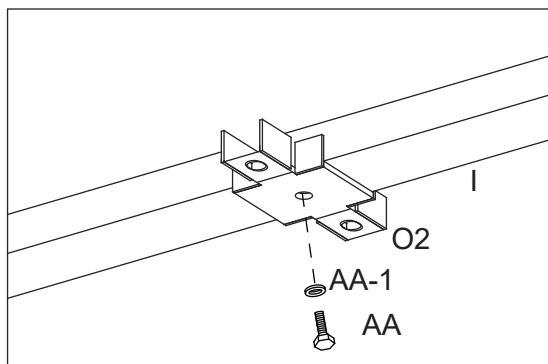

Figure 14-1
14.1. Attacher le connecteur (O2) au support central vertical du toit principal (I) à l'aide du boulon (AA) et de la rondelle (AA-1). Voir la figure 14-1.